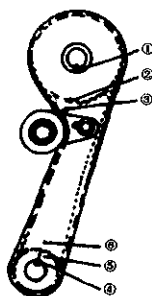
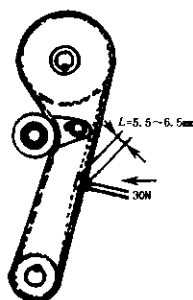

图 2-37 安装正时齿轮与皮带
图 2-38 正时皮带张力的调整
①把张紧器和弹簧联合安装在正时皮带盖前，把张紧器和弹簧放在一起。拧紧螺栓和螺母，直到张紧器能用手容易移动为止。
②转动凸轮轴正时齿轮，使齿轮边缘上标记孔②对准内盖上的凸出标记③，如图 2-37 所示。
③转动曲轴，使曲轴键槽④以及曲轴正时皮带齿轮的标记孔⑤对准内盖上的另一凸起标记⑥。
④两个齿轮各自对准标记后，安装定时皮带，并将皮带张紧器的弹簧钩在托架上，使张紧器压紧皮带，并在凸轮轴和曲轴间以 30 N 的力按压皮带，以能使皮带移动 5.5~6.5 mm 为好（图 2-38）。然后向顺时针方向旋转曲轴两周，检查标记①、②、③和④、⑤、⑥是否成一直线。如不成直线，必须重复上述操作。检查完毕，把螺栓拧紧至规定扭矩值 14.7~22.6 N·m。